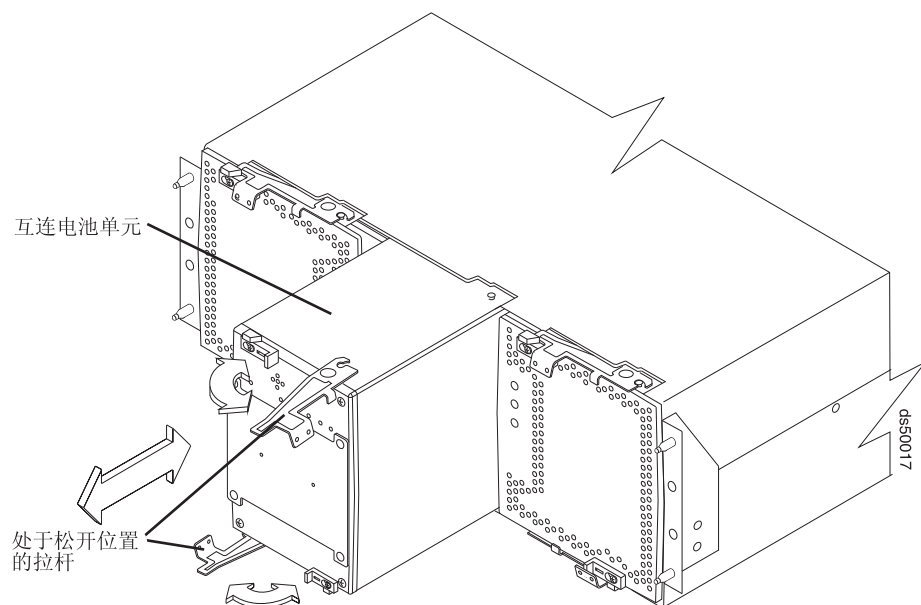

图 133. 从 DS5100 或 DS5300 卸下互连电池单元
7. 松开互连电池单元顶部和底部的拉杆，并同时笔直向外旋转这两个拉杆以卸下出故障的互连电池单元。（第 201 页的图 133 显示互连电池单元从存储子系统机箱滑出。）